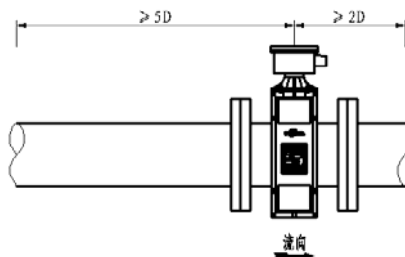

图 14 传感器管道配置
流量计可自动检测正反流向。由于制造厂将仪表壳体上流向箭头规定为正流向，因此安装仪表时，应使流向箭头同现场实际正流向保持一致（见图 14）。对于分离型流量计，在仪表调试时，如管道中流体的实际流向与流量计上的流向标志一致，而流量显示为负值，则表示流量计当前测量为反向状态。此时可将系统电源切断，然后将传感器（或转换器）两根励磁线互换一下，再接通电源，流量显示即为正值。
b) 如果水平安装，转换器箱体（或接线盒）应处于图 14 的水平位置；